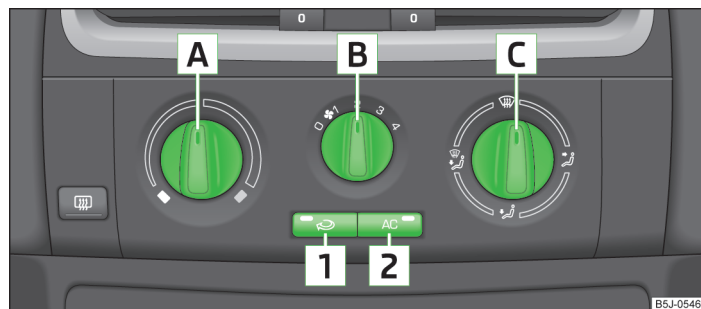

Fig. 80 Sistema de aire acondicionado: Elementos de mando
El sistema de refrigeración funciona sólo si se pulsa la tecla **[AC 2]** » fig. 80 de la página 81 y se cumplen las siguientes condiciones:
- Girar el regulador giratorio **[A]** » fig. 80 hacia la derecha para elevar la temperatura.
- Girar el conmutador del ventilador **[B]** » fig. 80 a una de las posiciones, 1 a 4, para conectar el ventilador.
- Pulsar la tecla **[⏻ 1]** para cerrar la entrada de aire fresco » fig. 80.
- Con el regulador de distribución de aire **[C]** » fig. 80, se regula el sentido de salida del aire » página 78.
- Pulsar la tecla **[AC 2]** » fig. 80, en la tecla se encenderá el testigo.
» Pulsar la tecla 1 » fig. 80 de la página 81.
» Pulsar de nuevo la tecla 1 » fig. 80 de la página 81.
Si el regulador distribuidor de aire » fig. 80 de la página 81 se encuentra en la posición , el servicio de aire circulante se desconectará automáticamente. Pulsando repetidamente la tecla , se puede volver a conectar el servicio de aire de circulación también en esta posición. ▶